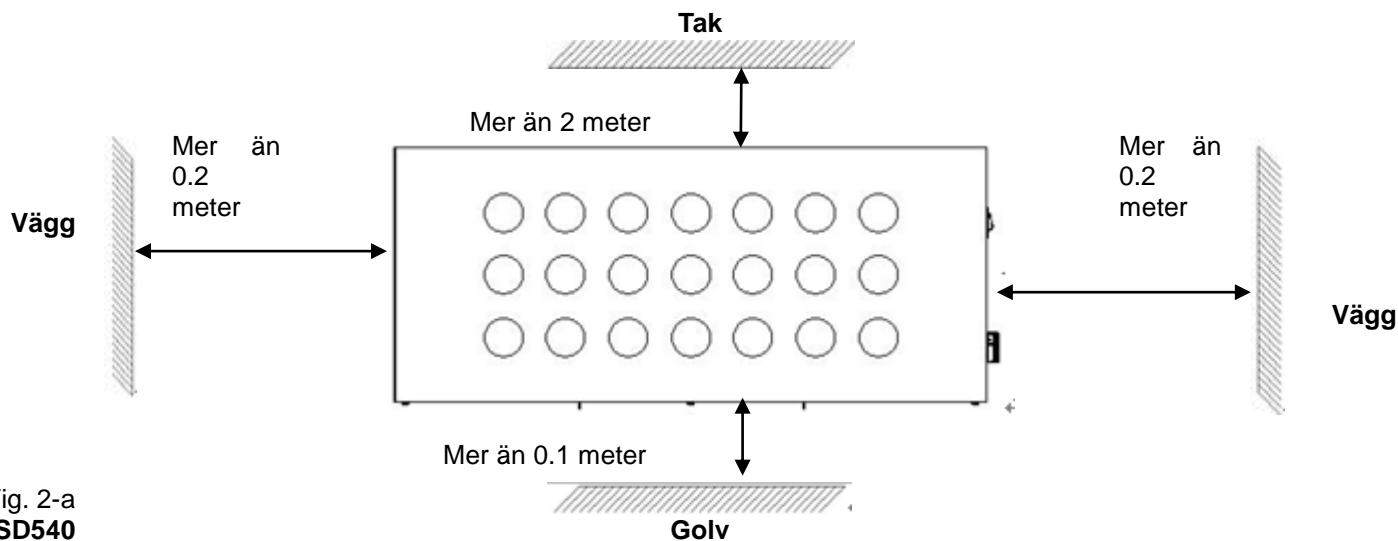

Fig. 2-a
- Vid montering måste det finnas nog plats runt värmeelementet. se Fig.2